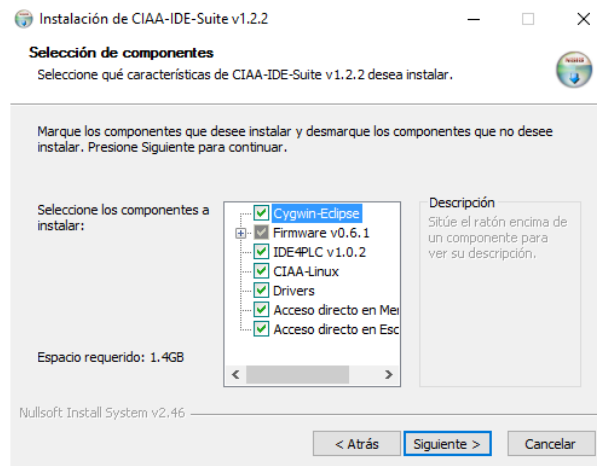

Figura 8: Selección de componentes del instalador.
- **Paso 3:** Luego se presenta una ventana como la de la Figura 8, sobre ella deben elegirse cuáles componentes se desean instalar. En el caso que el usuario no cuente con la placa, no es necesario instalar los drivers. En el momento de contar con ella, los drivers se instalan junto con el IDE, los mismos quedarán en la carpeta de destino para su instalación en forma manual; otra forma de instalar los los controladores es ejecutar el instalador del CIAA-IDE Suite y tildar únicamente la opción **drivers** al momento de seleccionar los componentes a instalar.